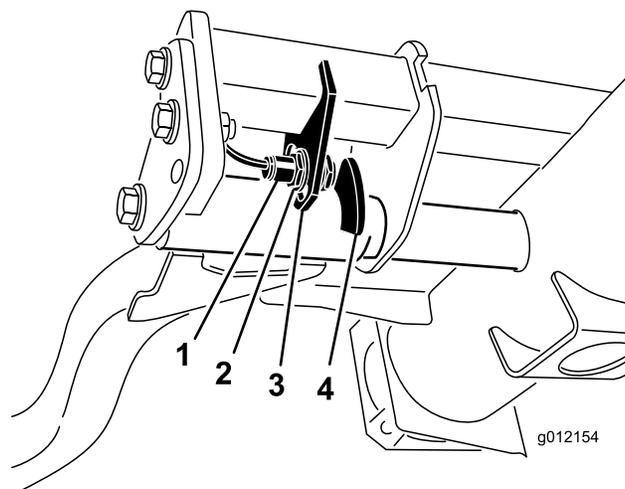

Figura 43
- O interruptor do braço de elevação encontra-se por baixo do depósito hidráulico por trás do braço de elevação direito dianteiro (Figura 43).
- Solte os parafusos de montagem do interruptor (Figura 43) e desloque o interruptor para baixo para aumentar a altura de viragem do braço de elevação ou desloque o interruptor para cima para diminuir a altura de viragem do braço de elevação. Aperte os parafusos de montagem.